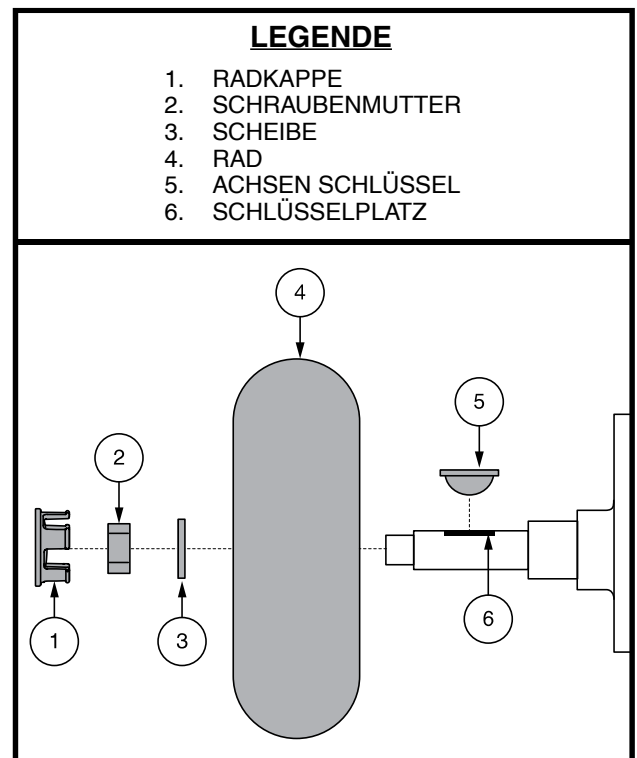

Abb. 29. Reifenradenthebung
3. Entfernen Sie die Schraubenmutter und Unterlegscheibe des Antriebsrades von der Radnabe. **Siehe Abb. 29.**
4. Entfernen Sie die Schraubenmutter und Unterlegscheibe des Antriebsrades von der Radnabe. **Siehe Abb. 29.**